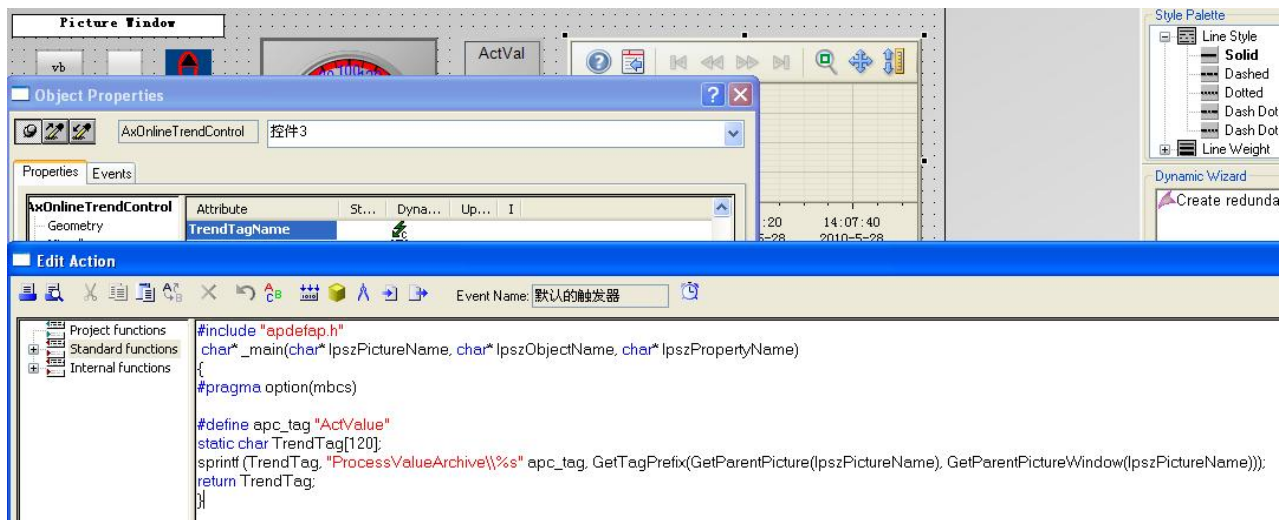

图 15，趋势控件的组态---归档变量
(2) 如果趋势控件关联“归档变量”。假设归档名称为 `ProcessValueArchive`，那么代码需要改为 `sprintf (TrendTag, "ProcessValueArchive\\%s" apc_tag, GetTagPrefix (GetParentPicture(lpszPictureName), GetParentPictureWindow(lpszPictureName))));`，如图 15。